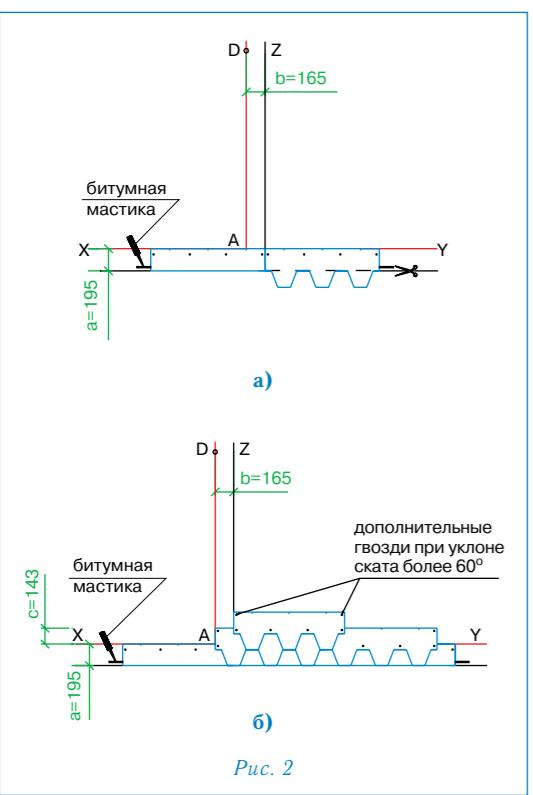

Рис. 2
- второй ряд укладывается от линии Z (со смещением 16,5 см от AD) (рис. 2б');
Каждый лист гибкой черепицы НОРДИК крепится 4 гвоздями таким образом, чтобы гвоздь прошивал и верхний край низлежащего листа черепицы (рис. 2б).